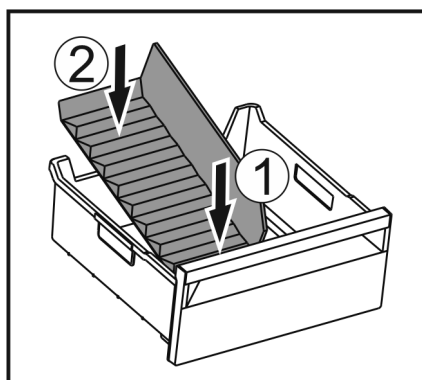

Fig. 145
- Vložte přední část přepážky přihrádky na led. Fig. 145 (1)
- Zadní část přepážky přihrádky na led spusťte až na dno zásuvky. Fig. 145 (2)